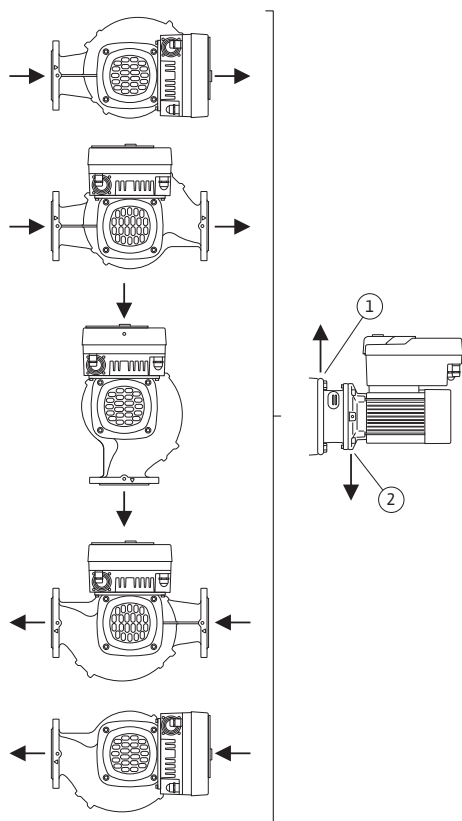

Fig. 9: Tilladte installationspositioner med horisontal motoraksel
De tilladte installationspositioner med vandret motoraksel og elektronikmodul, der vender opad (0°), er vist i Fig. 9.
Udluftningen af pumpen er optimalt sikret, hvis ventilationsventilen vender opad (Fig. 9, pos. 1).
I denne position (0°) kan dannet kondensat bortledes målrettet via eksisterende huller, pumpeplanterne samt motor (Fig. 9, pos. 2).